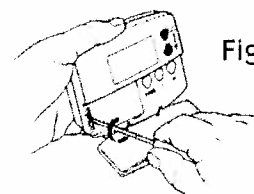

Fig. 7
- A l'aide d'un tournevis fin et plat, ouvrir la trappe de protection du logement des piles électriques (Fig. 7).